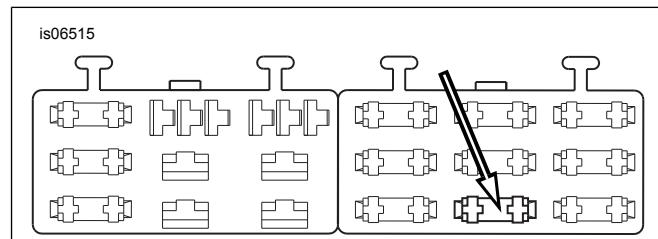

Figura 9. Kavità tal-Blokka tal-Fjus "MIFTUĦA" (OPEN)
4. Ara Figura 9 . Sib il-ħofra tal-fjus (1) indikata bħala "MIFTUH" (OPEN) fuq il-cover tal-blokka tal-fjus fil-blokka tal-fjus tal-lemin. Għandu jkun hemm wajer li jagħti lin-naħha waħda ta' dan iċ-ċirkwit, iż-żda ebda wajer li jagħeqad miegħu jew fjuż ma jkun preżenti. Dañħal it-terminal fuq il-wajer oranġjo/abjad tal-adapter sakemm jiegħaf. Irreferredi għal terminal fil-qrib li ġie installat mill-fabrika ħalli tqabbel miegħu biex tivverifikasi l-korrettezza tal-orientazzjoni u l-fond.